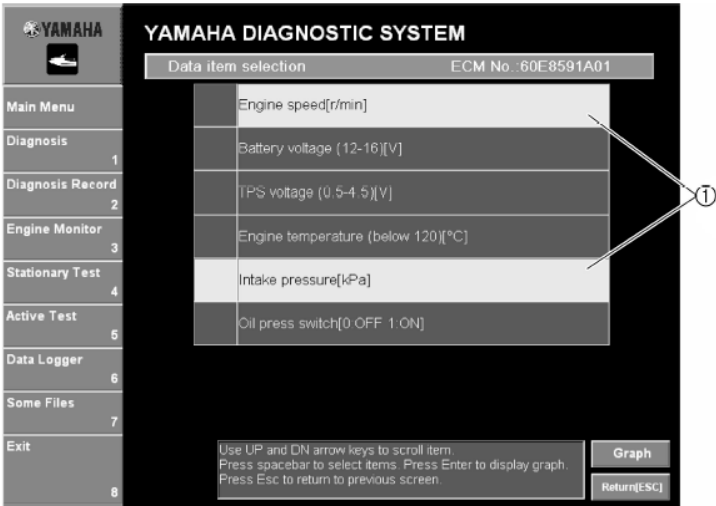
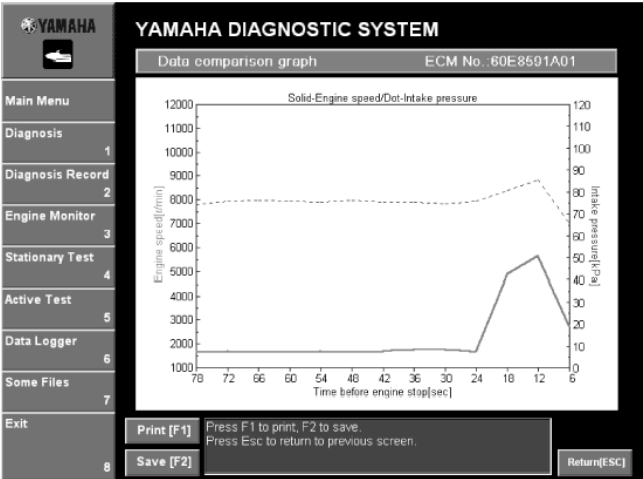

Рис. 93
Рис. 94
- 2. Выбрать элементы или щелчком по ним или нажатием клавиши курсора вверх или вниз на клавиатуре, и затем нажать клавишу "пробел". (Рис. 93)
3. Щелкнуть **График(Graph)** или нажать клавишу Enter клавиатуры. (См. рис. 93.) отображено окно **сравнения Данных(Data comparison )** . (Рис. 94)
на вертикальных осях линейного графика появляются элементы, отображенными в окне **Выбор элемента данных(Data item selection)** и на горизонтальной **Время до остановки двигателя(Time before engine stop)**. (Рис. 94)